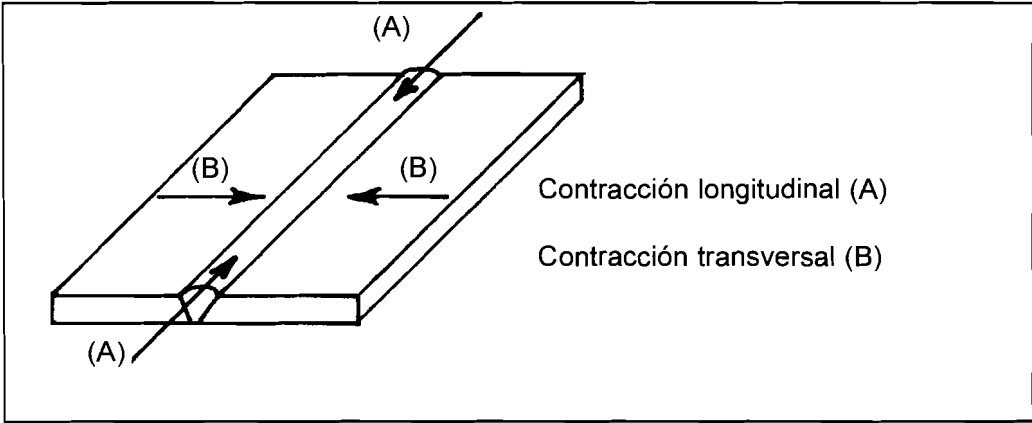
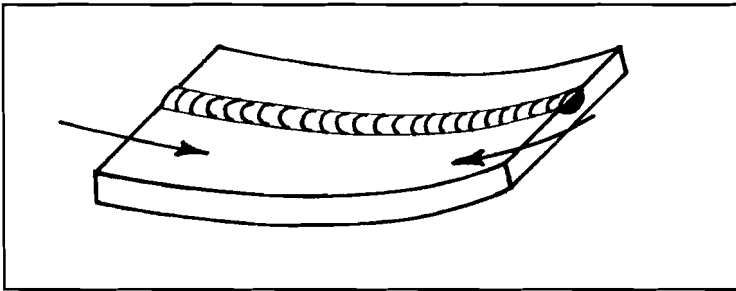

FIGURA 21.3: CONTRACCIONES TRANSVERSALES Y LONGITUDINALES PRODUCIDAS AL REALIZAR LA SOLDADURA
FIGURA 21.4: DEFORMACIÓN POR CONTRACCIÓN LONGITUDINAL
- La contracción longitudinal [ver figura 21.3 (A)] que se produce en el sentido del eje longitudinal de la unión soldada, produce deformaciones como la representada en la figura 21.4.
- La contracción transversal ver figura 21.3 (B)] que se produce perpendicularmente a la anterior.